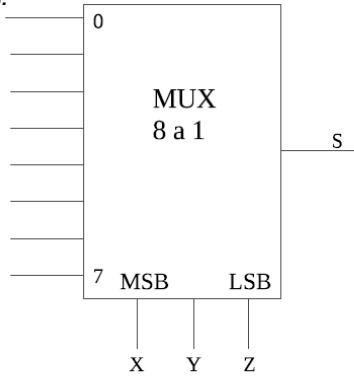

Figura 1
- Implementar o sistema utilizando o bloque multiplexor de lóxica positiva xenérico da figura 1, tomando como liñas de selección X, Y, Z e as portas lóxicas necesarias.
- Implementar el sistema utilizando el bloque multiplexor de lógica positiva genérico de la figura 1, tomando como líneas de selección X, Y, Z y las pueras lógicas necesarias.
- Debuxar a gráfica da función de transferencia V_s-V_e da figura 1, indicando os valores.
- Dibujar la gráfica de la función de transferencia V_s-V_e de la figura 1, indicando los valores.*